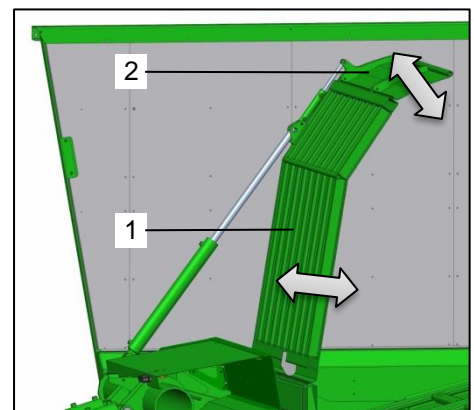

Bild 32: Stirnwand Aufbau
- Stirnwand Unterteil (Bild 32 / Pos.1)
- Stirnwand Oberteil (Bild 32 / Pos.1)